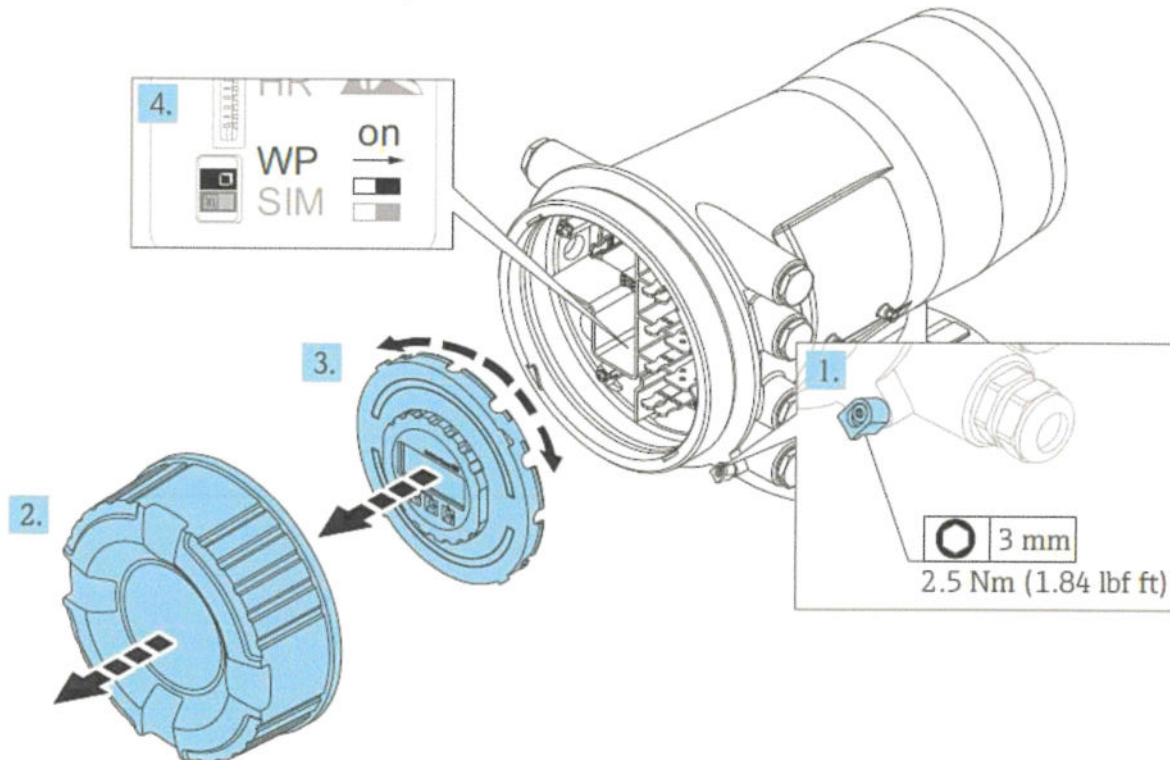

Abbildung 20: Versiegelung durch Umlegen des Eichschalters
Die Versiegelung des Proservo NMS8x erfolgt über den in Abbildung 20 gekennzeichneten Schreisschutzschalter (WP).